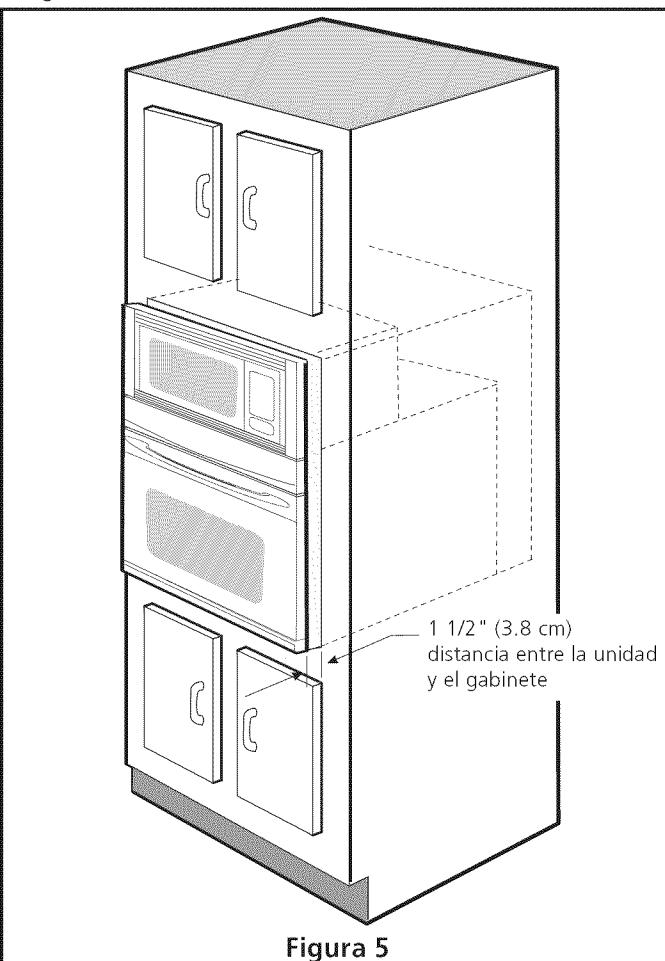

Figura 5
- 3 Insertar el horno en la abertura del gabinete. Deslizar el horno hacia dentro dejando  $1\frac{1}{2}$ " (3,8 cm) de espacio libre entre el horno y la parte delantera del gabinete (ver la Figura 5).